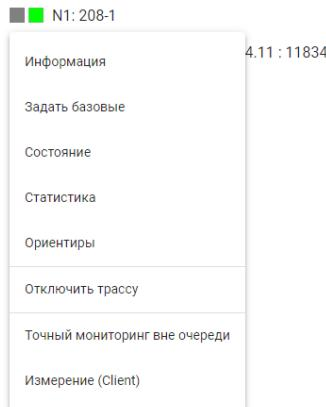

Рисунок 16-22. Меню модуля
2. Если «кликнуть» («тапнуть») на название трассы открывается меню **Рисунок 16-22**.